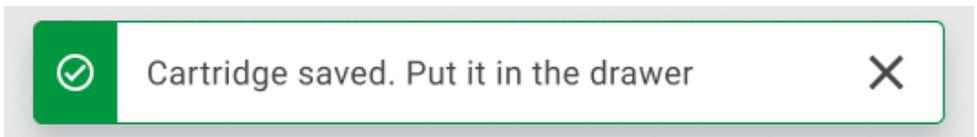

Figura 59. Tela Cartridge saved (Cartucho salvo).
10. Após efetuar a leitura com sucesso, a seguinte caixa de diálogo aparecerá brevemente na parte superior da tela (Figura 59)